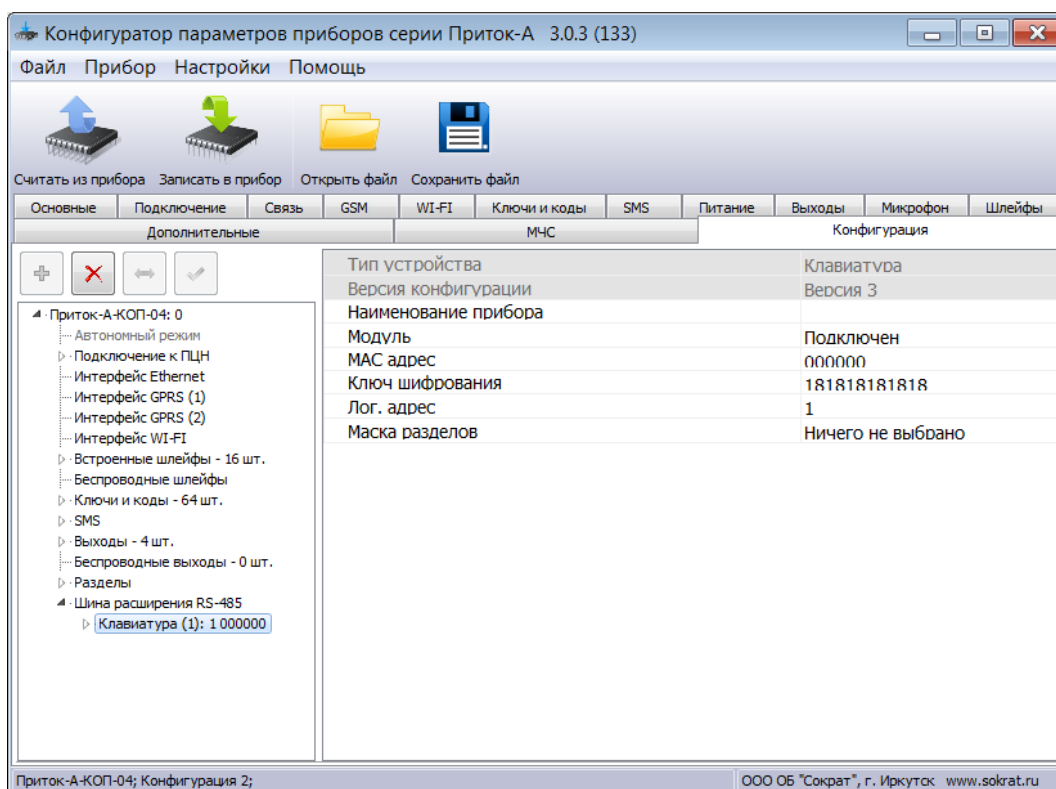

Рисунок 4 – Окно «Параметры»
10. Выделить курсором добавленную «Клавиатуру» и в появившемся окне «Параметры» (см. Рисунок 4) заполнить следующие поля:
1. В поле «**Маска разделов**» выбрать «**Ничего не выбрано**» (см. Рисунок 4)